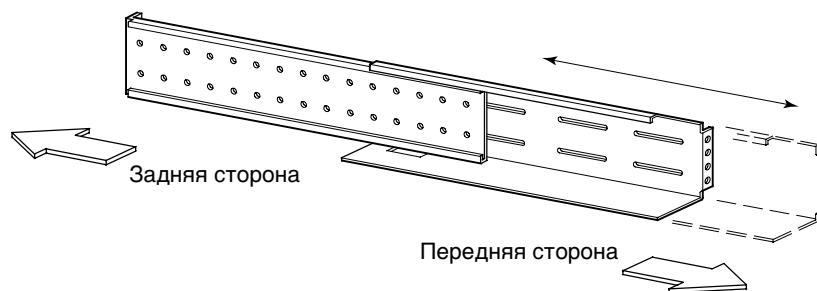
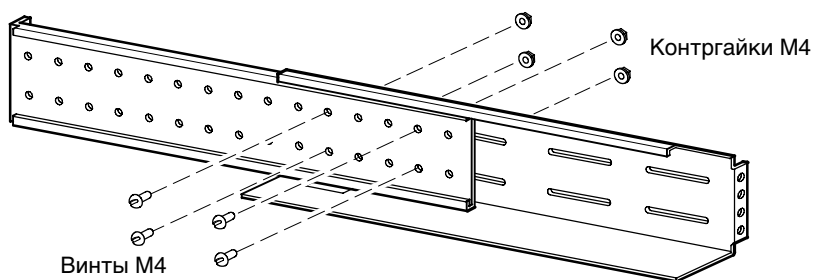

Рисунок 4. Регулирование глубины направляющей (показана правая направляющая в сборе)
Рисунок 6. Затягивание направляющей (показана правая направляющая в сборе)
2. Если доступ к сторонам вашей стойки затруднен, отрегулируйте длину направляющих (см. рис. 4), и свободно установите скобы (см. рис. 6) до того, как перейти к шагу 3.
4. Отрегулируйте размер направляющей в соответствии с глубиной стойки (см. рис. 4).
7. Чтобы затянуть направляющую, закрепите четыре крепежных винта М4 и четыре контргайки М4 по центру направляющей в сборе. Затяните с помощью 7-мм гаечного ключа (9/32"). См. рис. 6.